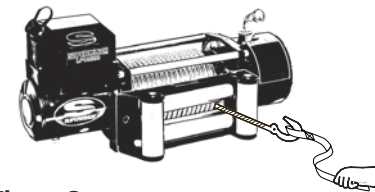

Figura 3
- ALÉJESE DEL CABRESTANTE, DEL CABLE METÁLICO BAJO TENSION Y DEL GANCHO AL OPERAR EL CABRESTANTE. Nunca coloque su dedo a través del gancho. Si su dedo llegase a quedar atrapado en el gancho, usted podría perder su dedo. Al guiar el cable metálico hacia adentro o hacia afuera USE SIEMPRE EL PROTECTOR DE MANOS (Ver la figura 3).